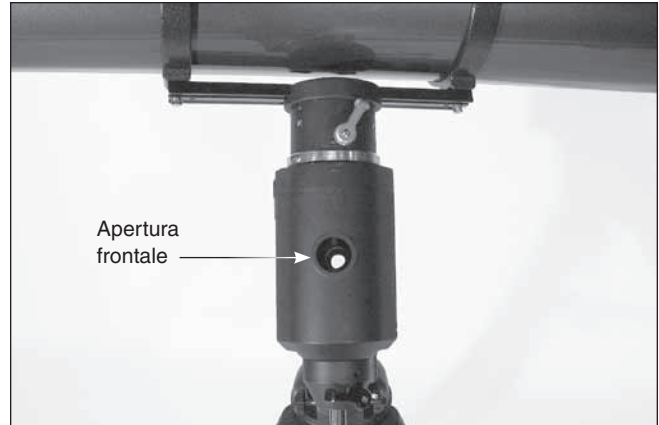

Figura 12. Ruotare l'asse di declinazione fino ad allineare l'apertura nell'albero della declinazione con l'apertura frontale dell'alloggiamento.
1. Allentare la leva di blocco della declinazione e ruotare il tubo ottico attorno all'asse di declinazione fino a vedere un'immagine nitida nel cercatore dell'asse polare (**Figura 12**). Serrare la leva di blocco della declinazione.
3. Allentare la leva di blocco della declinazione e ruotare il tubo ottico fino ad allineare l'apertura nell'albero della declinazione con l'apertura frontale dell'alloggiamento (**Figura 12**), fino a ottenere una visione chiara e senza ostacoli attraverso il cercatore polare. Quindi serrare nuovamente la leva di blocco della declinazione.